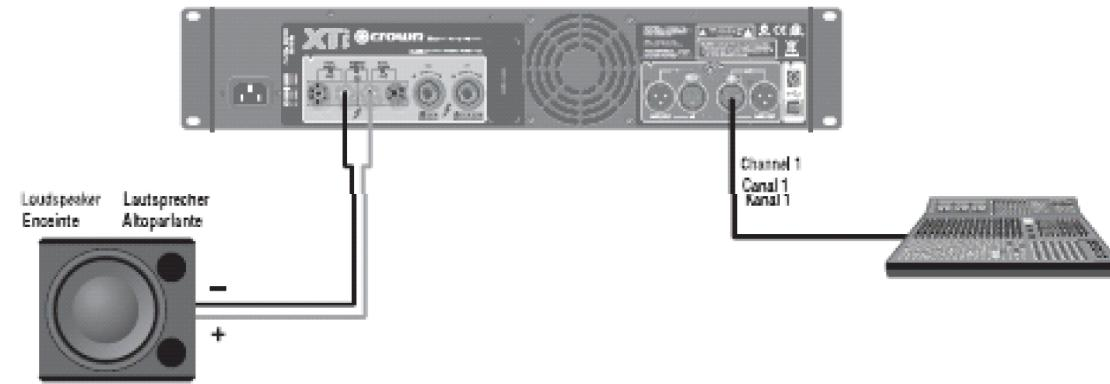

Рисунок 2.9
**ВЫХОДЫ:** Подключите динамик через красные винтовые клеммы каждого канала. Не используйте черные винтовые клеммы при работе усилителя в мостовом монофоническом режиме. Или подключите динамик через разъемы 1+ и 2+ разъема Speakon Канала 1 (смотрите рисунок 2.9).